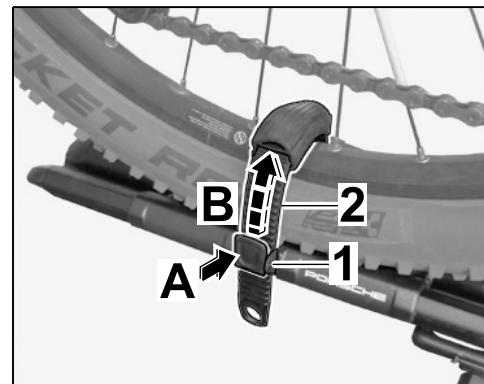

Figura 36
- 8.1 Presionar el cierre tensor ( $\Rightarrow$  Figura 36 -A-) y extraer la correa tensora ( $\Rightarrow$  Figura 36 -B-).